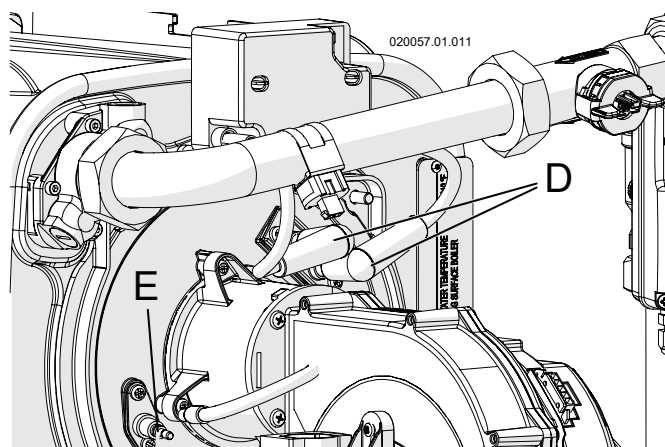

Figura 13-8 Elettrodi di accensione
- 6.- scollegare i due cavi "D" (Figura 13-8) dagli elettrodi di accensione e il cavo "E" (Figura 13-8) dall'elettrodo di rilevazione;